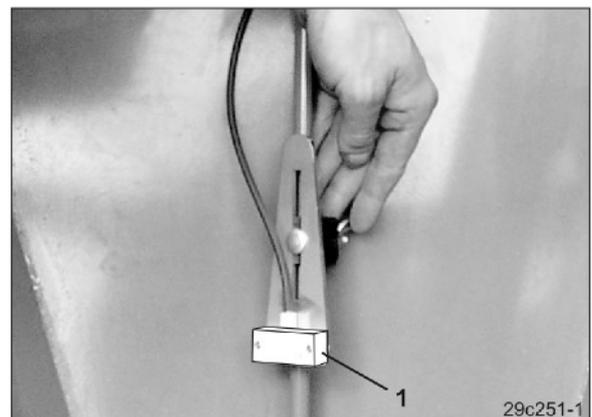

Fig. 29
- klappbares Sieb im Saatgut-Behälter mit Siebverriegelung (Fig. 29/1).
Einstellbar ist die Höhenlage des Füllstandssensors (Fig. 29/1) im Saatgut-Behälter. Hierdurch lässt sich die Saatgut-Restmenge einstellen, die die Warnmeldung und das Alarmsignal auslösen soll.